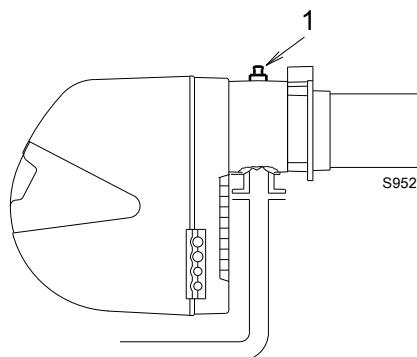

图 23
燃烧头处的压力降。在测试点 1) (图 23) 处测得的燃气压力，其中：
- 用在测试点 1) (图 23) 处测量的燃气压力减去炉膛压力。
计算测试点 1) (图 23) 处所需燃气压力，将燃烧器以最大出力运行：
- 读出右边栏 1 所示测试点 1) (图 23) 处压力。
测试点 1) (图 23) 所需的压力。